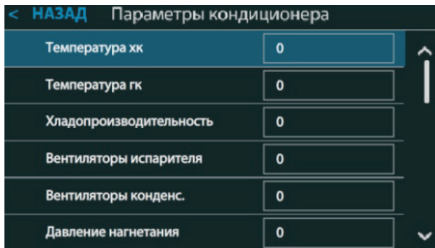

Рисунок 23 – Параметры кондиционера
6.4.4 Параметры кондиционера (рисунок 23)